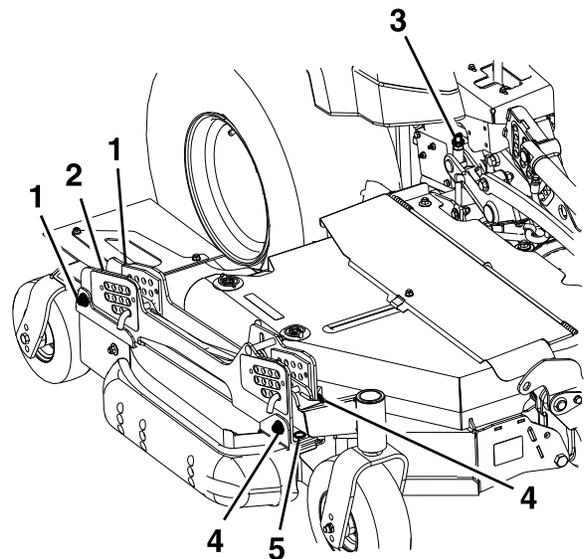

Figure 81
- Sur les tabliers latéraux gauche et droit, la hauteur de la lame peut s'ajuster grâce à des points de réglage avant et arrière. Pour régler la hauteur d'une lame latérale, commencez par desserrer les écrous de fixation des supports de hauteur de coupe avant et arrière. Il y a quatre emplacements (deux de chaque côté du profilé), comme montré à la Figure 81.
- Si le tablier est trop bas, serrez le boulon de réglage de hauteur avant (Figure 81) en tournant l'écrou inférieur dans le sens horaire.
- Si le tablier est trop haut, desserrez le boulon de réglage de hauteur avant (Figure 81) en tournant l'écrou inférieur dans le sens antihoraire. Ajustez précisément les dispositifs de réglage arrière au besoin.
Réglez la hauteur de la roue arrière (Figure 81) de sorte qu'elle touche légèrement le sol, avec une pression minimale.
(Figure 81) jusqu'à ce que les quatre lames présentent une inclinaison minimale de 1,5 mm (1/16 po). Réglez les roues arrière latérales de sorte qu'elles touchent légèrement le sol, avec une pression minimale. Serrez les quatre emplacements de fixation des supports arrière (Figure 81).